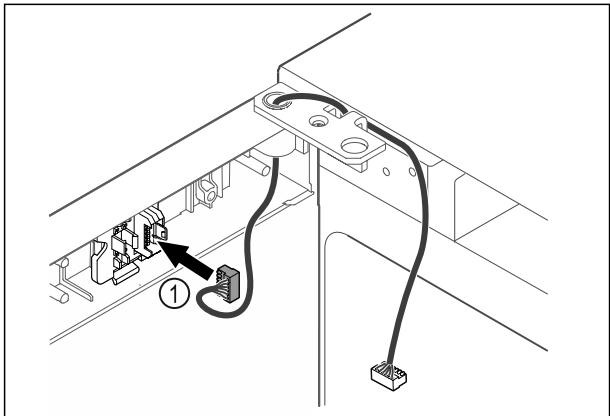

Fig. 43
- ▶ Utaknite utikač Fig. 43 (1) u držać utikača.